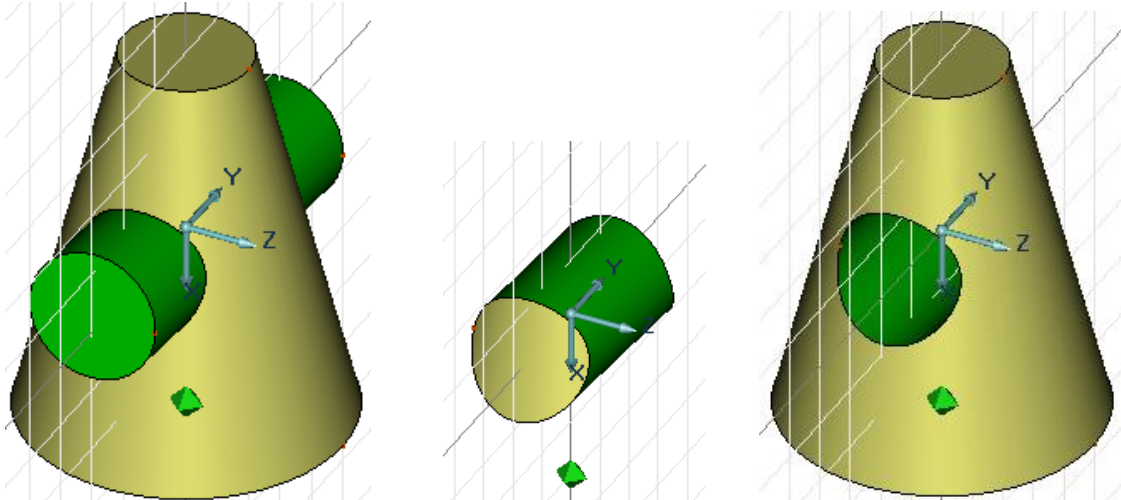

Рисунок 5.1 - Логические операции с конусом и цилиндром (слева направо): объединение, пересечение, вычитание
Рассмотрим **алгоритм** выполнения любой из булевых операций на примере операции объединения 3D моделей конуса и цилиндра (рисунок 5.1):
12.Произведите булеву операцию объединения () 3D моделей конуса и цилиндра (см. рисунок 5.1 слева)
14.Последовательно выполните булевы операции пересечения и (рисунок 5.1 посередине) и вычитания 3D (рисунок 5.1 справа) моделей конуса и цилиндра, предварительно откатившись () назад.